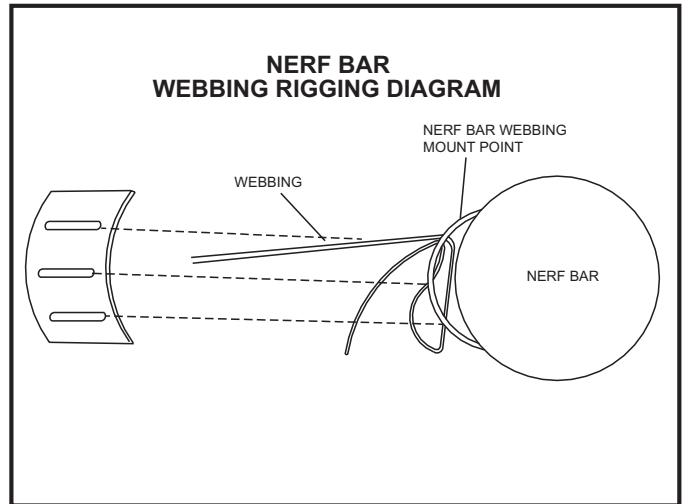

Fig. 3
- 2 Rig the webbing (See Fig. 3).